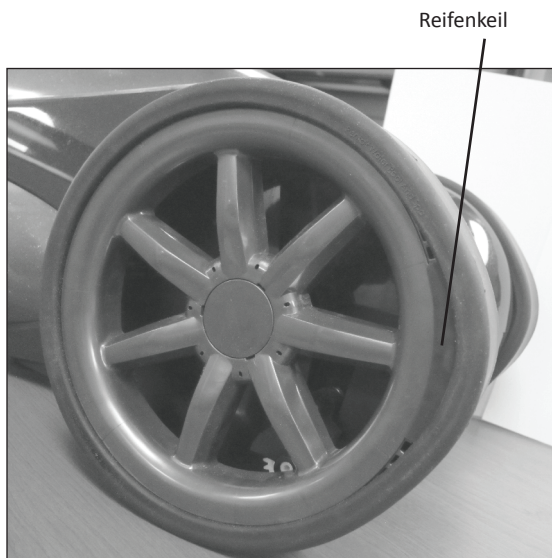

Abbildung 20.
Hinweis: Beide Keile müssen horizontal hintereinander montiert werden. Wenn sie nicht hintereinander montiert werden, kann das dazu führen, dass der Reiniger Schwierigkeiten mit dem Übergangswinkel hat. Dies ist für einen ordnungsgemäßen Reinigungsbetrieb sehr wichtig. **Siehe Abbildung 20.**
2. Drücken Sie den Keil in Richtung der Nase des Reinigergehäuses bis der Einsatz fest hinter dem Ansatz des Gummireifens sitzt. **Siehe Abbildung 20.**